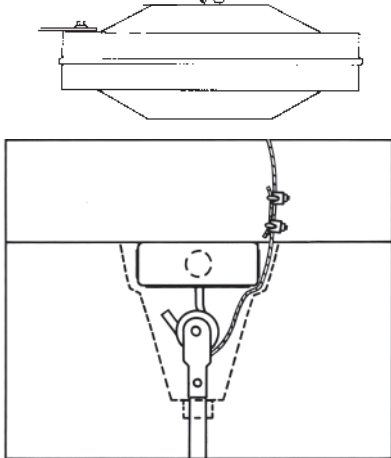

Figure 3
9. Ce ventilateur est équipé d'un câble de sécurité auxiliaire. Ce câble doit être fixé sur les poutres structurelles d'une telle manière qu'il puisse supporter le poids du ventilateur dans le cas où le crochet de suspension ou une autre pièce lâcherait. Après avoir entouré le câble une structure de soutien pouvant supporter 136 kg, fixer le câble avec les attaches fournies comme illustré en Figure 3 (Remarque : Tout matériel additionnel nécessaire pour des installations spécifiques peut s'acheter chez votre distributeur local).
PRÉCAUTION IMPORTANTE : Le câble de sécurité ne doit pas être placé entre la roulette en caoutchouc et le crochet, mais comme illustré en Figure 3.
10. En suspendant le ventilateur au crochet en J fourni, s'assurer que le câble en haut de la tige est positionné derrière le crochet en J comme illustré en Figure 3.